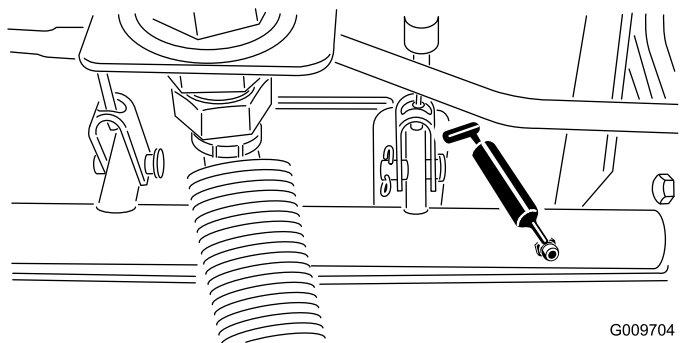

Figure 46
- Roulements d'axes de pivots de freins (5) (Figure 46)